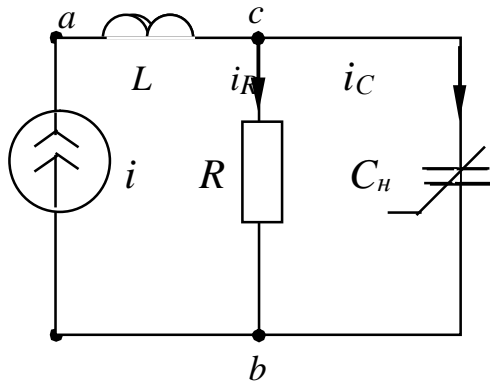
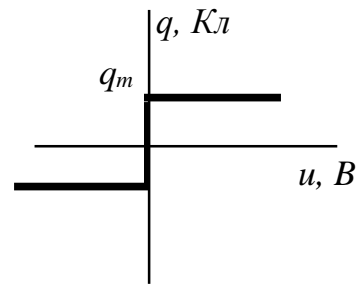

Рис. 10.1
Рис. 10.2
10. Схема рис. 10.1 состоит из источника синусоидального тока $i = I_m \sin \omega t$, линейного активного сопротивления и нелинейной емкости C_n , кулон-вольтная характеристика которой приведена на рис. 10.2. $q_m = 10^{-5}$ Кл (q - заряд, u - напряжение).